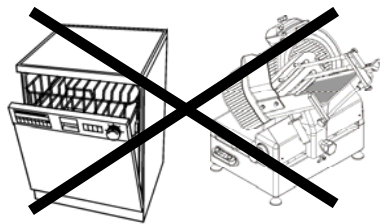

Abb.30
- Die Aufschnittmaschine darf nicht in die Spülmaschine (Abb.30) und darf nicht mit Wasserstrahl gereinigt werden. Die Maschine nicht ins Wasser oder in andere Flüssigkeiten tauchen.